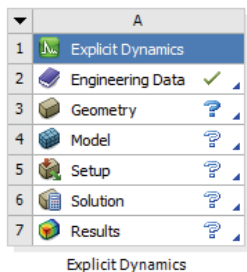

图 15-1 分析项目
2) 双击主界面 Toolbox 中的 Analysis System> Explicit Dynamics 选项，即可在项目管理区创建分析项目 A，如图 15-1 所示。